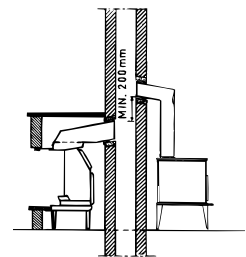

Fig. 5
**NB! Vedovn i samme etasje bør ha røykuttak minst 200 mm høyere enn peisen (se fig. 5).**